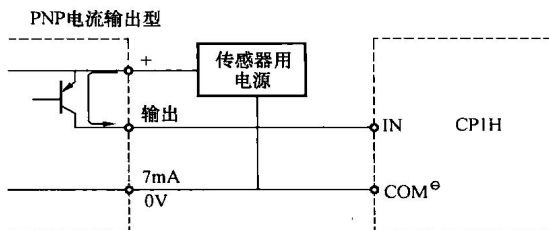

图 1-11 PNP 电流输出型传感器输入设备及其连接
- 4) PNP 电流输出型传感器输入设备及其连接，如图 1-11 所示。